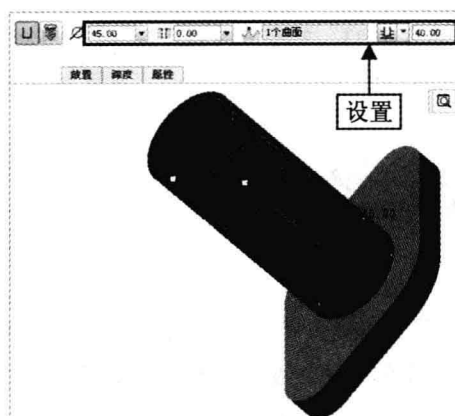

图 6-95 设置参数
Step 05 执行操作后，在“螺纹”选项卡中设置螺纹直径为 45、螺纹深度为 40，如图 6-95 所示。